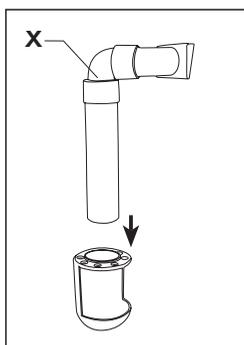

Fig. 20
- estrarre il gruppo "Effetto Venturi" da serbatoio di recupero (2);
- sfilare la parte inferiore rossa Victoria Technology dal tubo nero e pulirlo da eventuali residui di sporco (**Fig. 20**).